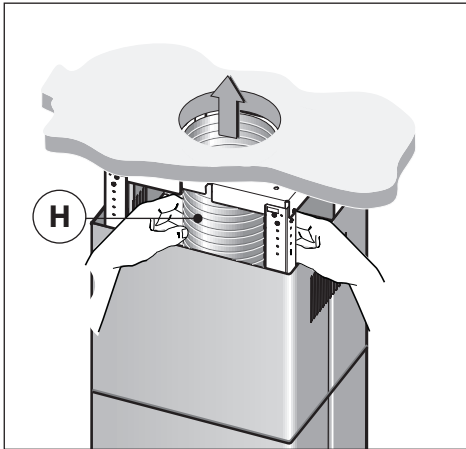

Fig.10
- **Versione aspirante:** Fissare il tubo flessibile al foro di evacuazione aria predisposto (Fig.10).